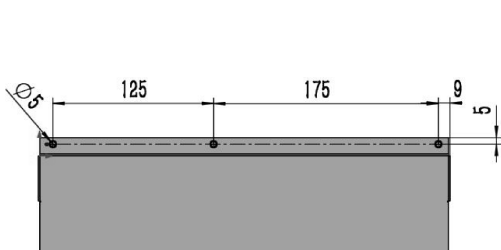

图 6-28 绘制支架固定孔草图
- 07 单击【钣金】选项卡中的【拉伸切除】按钮 ，选择零件的顶面作为草图平面，绘制如图 6-28 所示的草图。